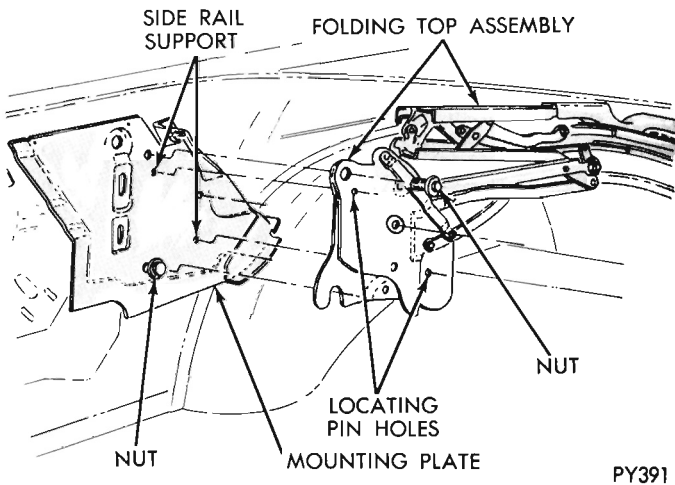

**Fig. 2 Cylinder Hose Routing**
**CYLINDER HOSE ROUTING (Fig. 2)**